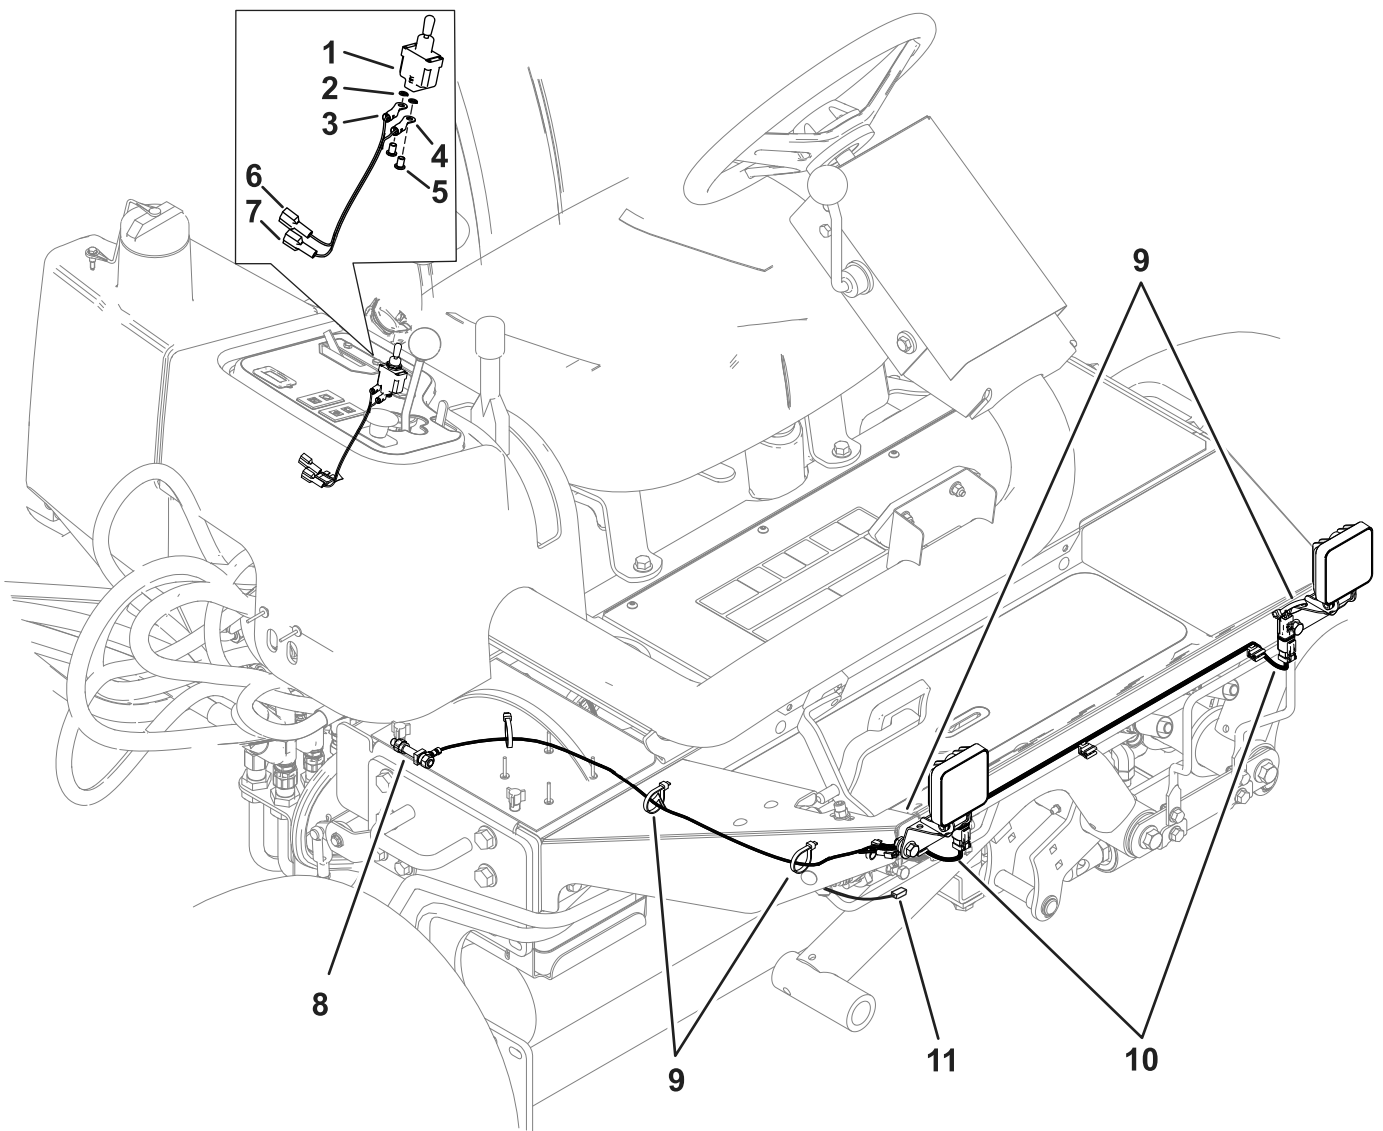

图 6
3. 将线束上的蓝色有线公端子连接到位于右上角操作员平台下方的现有蓝色有线母端子（图 6）。
- 用垫圈和螺丝将蓝色有线环形端子连接到开关的中心底部端子（图 6）。
- 用垫圈和螺丝将白色有线环形端子连接到开关的剩余端子（图 6）。